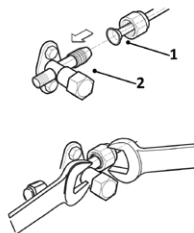

fig. 19 -
- Far combaciare le estremità del tubo cartellato (part.1 "fig. 19 -") precedentemente con quelle degli attacchi posti sulle unità interne o sui rubinetti delle unità esterne (part.2 "fig. 19 -").